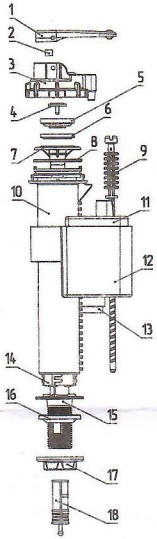

Рис. 1
1.1 Арматура наполнительная с нижней подводкой WC5510 (рис.1) представляет собой устройство, автоматически наполняющее определённым количеством воды смывной бачок унитаза.